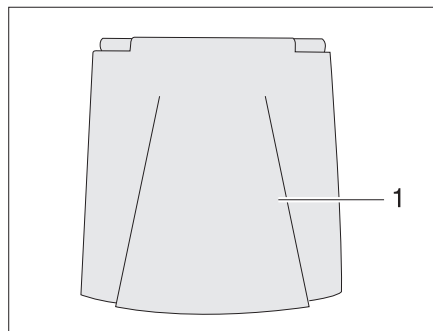

Fig. 30 Tapa de cierre para el tubo de llenado de combustible
- Abrir la tapa de cierre (Fig. 30,1).
- Introducir la llave en el cilindro de cierre (Fig. 30,3) y girar en sentido contrario a las agujas del reloj.